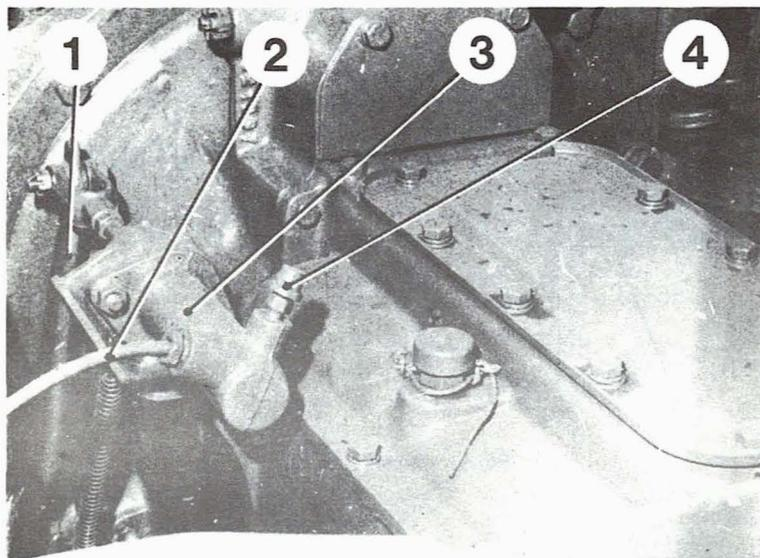

Fig. 4.3. - Cilindro del mando embrague.
2. Sacar el protector de goma del tapón de purga en el cilindro de mando (4, fig. 4.3) y adaptar un tubo de goma o de plástico; meter el extremo libre del tubo en un recipiente de cristal que contenga líquido de frenos y aflojar una vuelta el tapón de purga.